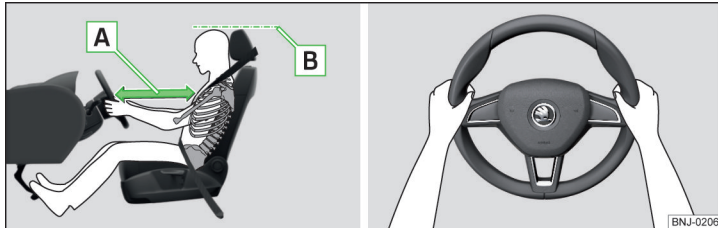

Abb. 2 Richtige Sitzposition des Fahrers / Richtige Lenkradhaltung
- ✓ Das Lenkrad so einstellen, dass der Abstand zwischen Lenkrad und Brustbein mindestens 25 cm beträgt » Abb. 2 - **A**.
- ✓ Die Kopfstütze so einstellen, dass die Oberkante der Kopfstütze sich möglichst auf einer Höhe mit dem oberen Teil Ihres Kopfes befindet (gilt nicht für Sitze mit integrierter Kopfstütze) » Abb. 2 - **B**.
- Während der Fahrt das Lenkrad mit beiden Händen seitlich am äußeren Rand in der „9-Uhr“- und „3-Uhr“-Position festhalten » Abb. 2. Niemals das Lenkrad in der „12-Uhr“-Position oder in einer anderen Art und Weise festhalten (z. B. in der Lenkradmitte, am inneren Lenkradrand u. Ä.). Anderenfalls könnte man sich bei der Airbagauslösung schwere Verletzungen an Armen, Händen und Kopf zuziehen.
- ✓ Die Kopfstütze so einstellen, dass die Oberkante der Kopfstütze sich möglichst auf einer Höhe mit dem oberen Teil Ihres Kopfes befindet » Abb. 2 auf Seite 12 - **B** (gilt nicht für Sitze mit integrierter Kopfstütze).
- ✓ Die Kopfstützen so einstellen, dass die Oberkante der Kopfstützen sich möglichst auf einer Höhe mit dem oberen Teil des Kopfes befindet » Abb. 2 auf Seite 12 - **B**.